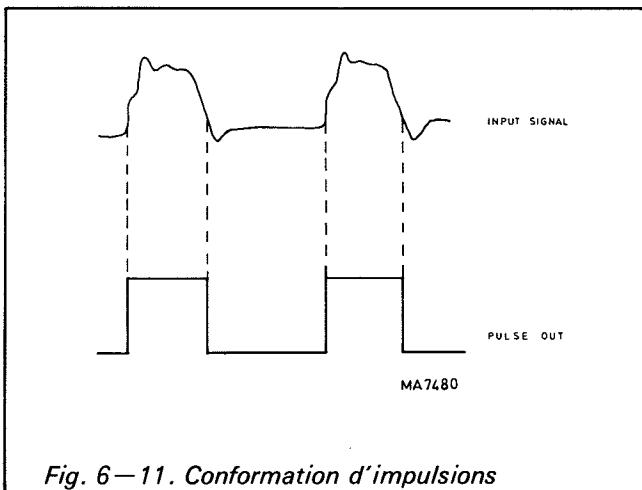

Fig. 6 – 11. Conformation d'impulsions
- Le connecteur PULSE OUT fournit alors un signal à temps de répétition et facteur de marche égaux à ceux du signal d'entrée, mais conformé (distorsion harmonique, temps de transition) en fonction des spécifications du générateur (Fig. 6 – 11).